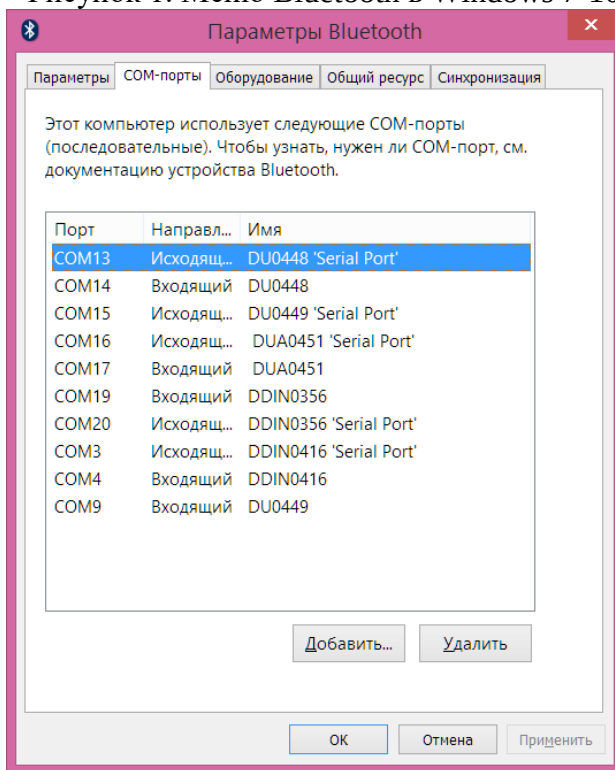

Рисунок 2. Параметры Bluetooth. Назначенные приборам Bluetooth COM-порты
- в появившемся окне «Параметры Bluetooth» на вкладке «COM-порты» посмотреть, какой исходящий порт назначен подключаемому прибору (см. Рис. 2).